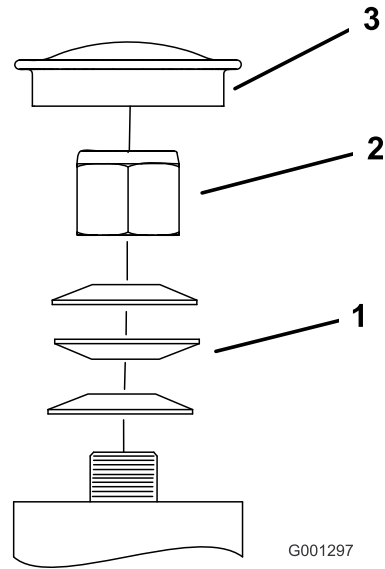

Figure 68
3. Retirez le couver-moyeu de la roue pivotante et serrez le contre-écrou (Figure 68).
4. Continuez de serrer le contre-écrou jusqu'à ce que les rondelles élastiques soient aplaties, puis desserrez-le d'un quart de tour pour obtenir la précharge correcte des roulements (Figure 68).
Important: Veillez à placer les rondelles élastiques comme montré à la Figure 68.
5. Reposez le couver-moyeu (Figure 68).